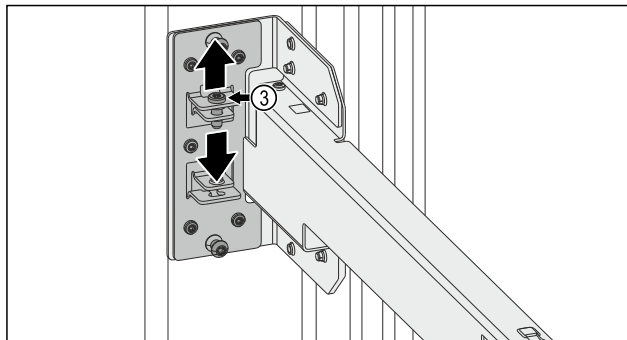

Fig. 15
- Desserrer la vis Fig. 15 (3).
- Serrer la vis Fig. 15 (3).